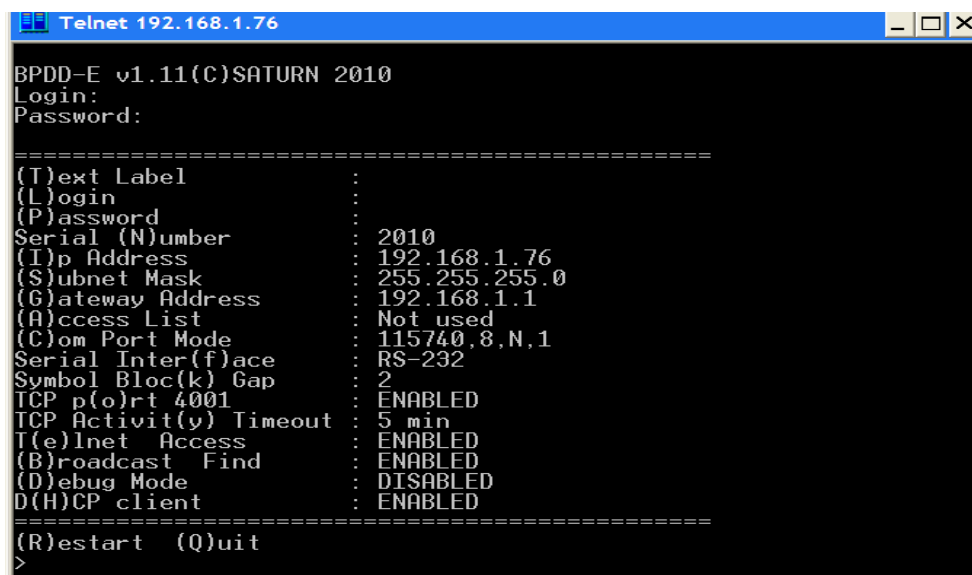

Рисунок 17 - Внешний вид окна терминала в режиме конфигурации по сети
5. В случае ввода правильного логина и пароля появится следующее сообщение (рисунок 17).